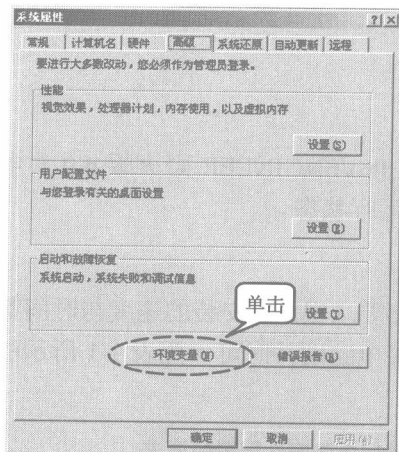
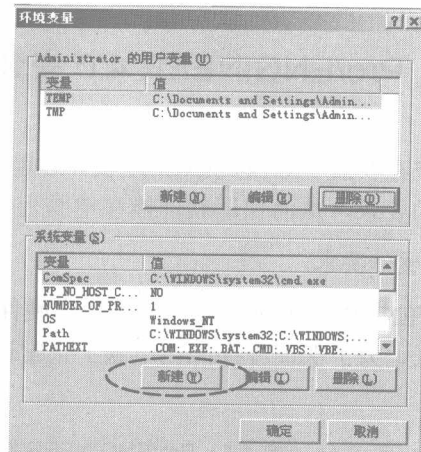

图 1-1 “系统属性”对话框
图 1-2 “环境变量”对话框
- 步骤2** 弹出“系统属性”对话框,再切换至“高级”选项卡,如图 1-1 所示。单击“环境变量”按钮,弹出“环境变量”对话框,如图 1-2 所示。